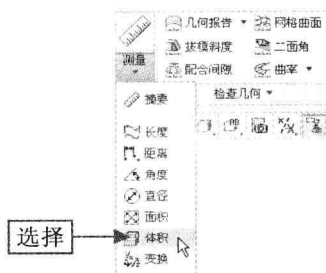

图 7-139 选择“体积”选项
Step 02 单击“测量”面板中“测量”下方的下拉按钮, 在弹出的下拉列表中选择“体积”选项, 如图 7-139 所示。